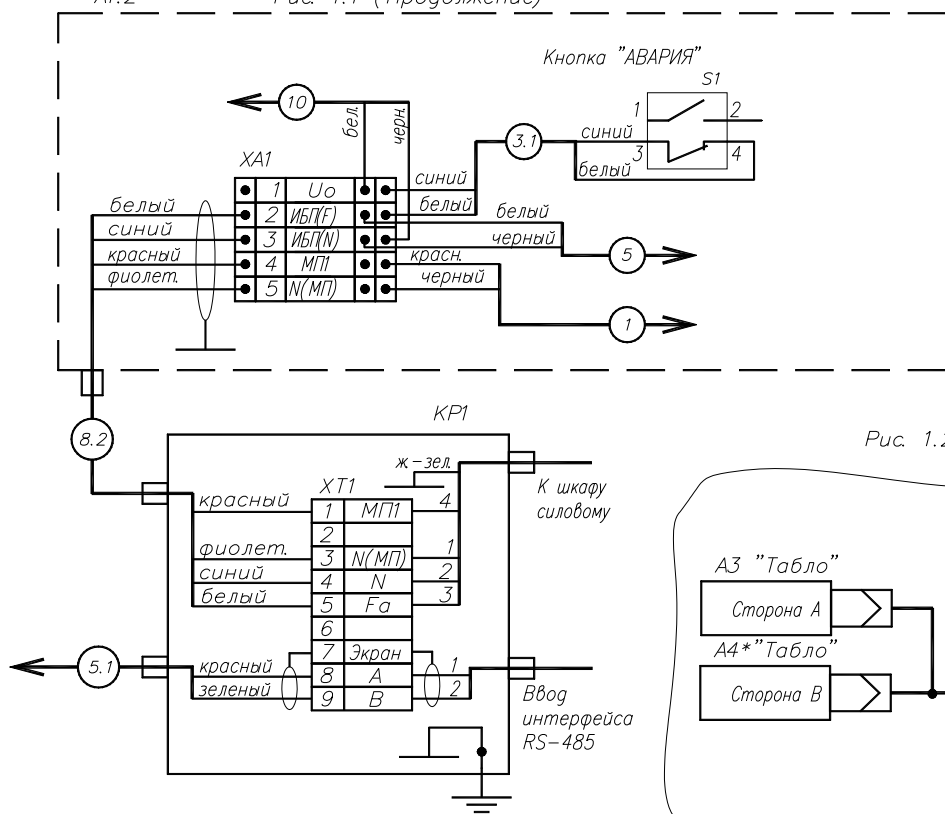

Рис. 1.3. Допускается поворот катушек "КО", "КС" вокруг собственной оси
5. Монтаж кабелей 1.1, 1.2 от клапанов YA1 вести с учетом рис. 1.3. (Указано расположение катушек КО, КС).